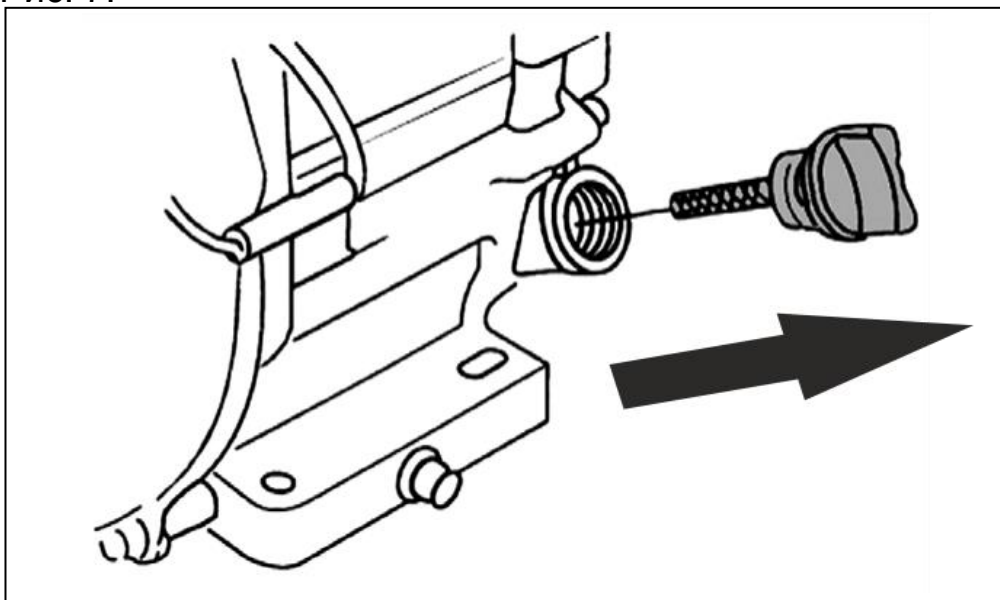

Рис. 7. Крышка-щуп маслозаливной горловины.
2. Открутите крышку-щуп маслозаливной горловины и извлеките щуп, как показано на Рис. 7.